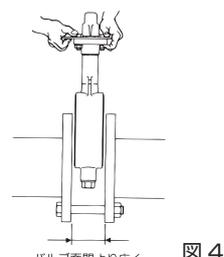

図4
(1) フランジ面は、バルブ面間より5~10mm程度広くとります。（図4）この余裕がないと、特にバタフライバルブを挿入するときに、ゴムシートに異常なねじり応力が発生したり損傷を受けたりして、外漏れの原因になります。また、バルブの弁体は全閉にせず、出荷時の状態（約10°開）のまま挿入してください。開けすぎてジスクがバルブの面間より飛び出した状態では挿入できませんし、ジスクを損傷することがあります。（図5）
(2) ウェハー形バルブの場合には、まず、フランジの下側半分にはボルトを差し込みバルブの落とし止めをします。つぎに、ガスケット面に損傷を与えないよう、充分注意をしながらバルブを挿入します。